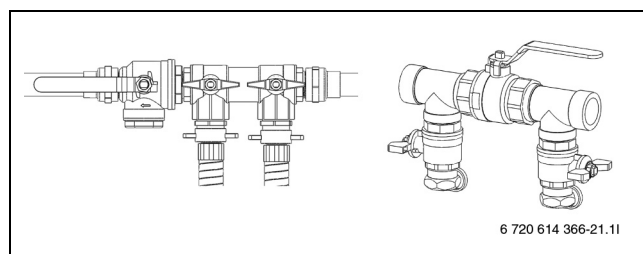

Bild 28 Befülleinrichtungen in Normalposition
- Ventile der Befülleinrichtung in die Normalposition stellen (→ Bild 28) und Pumpe der Befüllstation abschalten.